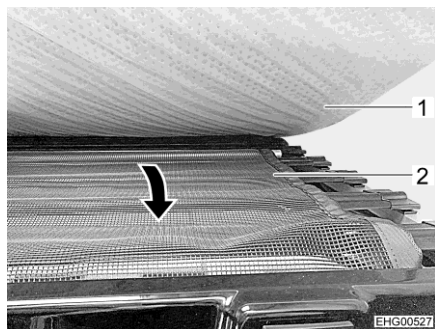

Fig. 41 Filet de sécurité
- Extraire le filet de sécurité (Fig. 41,2) disposé sous le matelas (Fig. 41,1) et le tendre sur l'ouverture de montée.